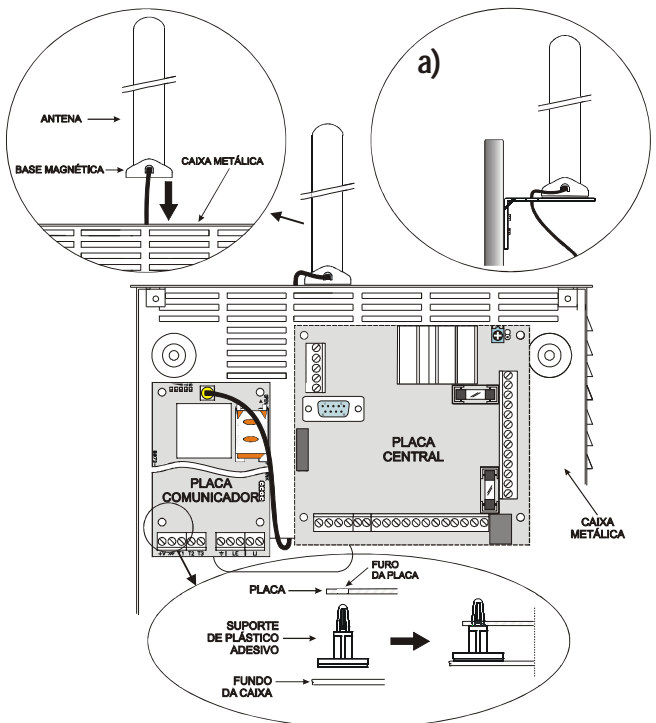

Fig. 2 - Montagem da placa dentro da central
- 4a. Posicione a antena [1] em cima da caixa metálica (Fig. 2) de maneira que a base magnética [2] adira à superfície. Passe o cabo da antena através de uma abertura para a passagem dos cabos. É possível utilizar o suporte metálico [13], ver a Fig. 2a. Fixe o suporte metálico [13] utilizando os furos [12] numa superfície adequada. Posicione a antena com o cabo de 2 metros [1] em cima do suporte metálico [13] (Fig. 2a), de maneira que a base magnética [2] adira à superfície. Passe o cabo da antena através do furo [11] do suporte metálico [13].